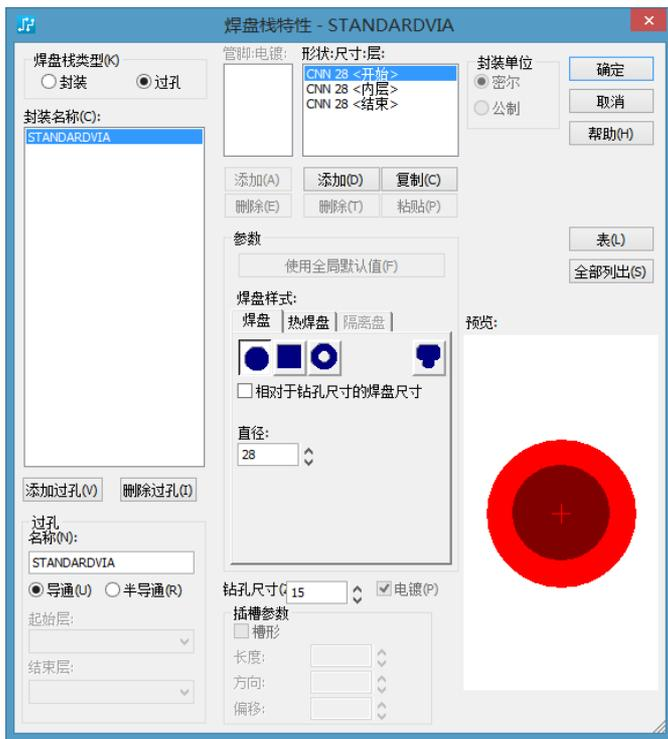

图 11-3 过孔的设置
(2) 过孔 过孔的设置主要是设置在当前设计中布线换层时所用的布线过孔的风格。选中“焊盘栈类型”选项区域中的“过孔”单选按钮，则出现如图 11-3 所示的界面。在该界面中可以对当前设计中采用的过孔种类、大小、形状，以及是否为贯通孔进行设置。在此采用贯通孔，布线过孔一律采用外径 28、内径 15 的过孔，形状为圆形。